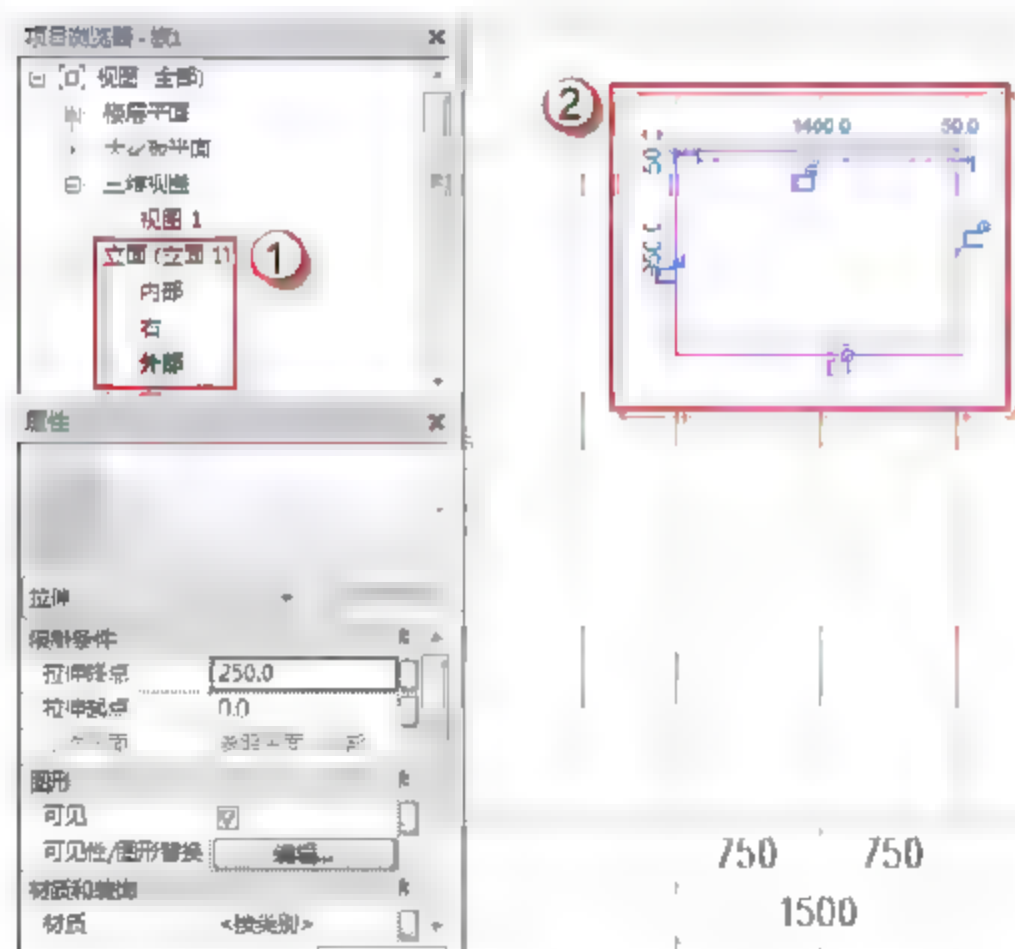

图 6.2.20 FM1534乙上部窗窗框
(18) 绘制FM1534乙上部窗窗框。选择“项目浏览器”中的“立面(立面1)”→“左”选项,可以进入FM1534乙的外部立面视图,选择“创建”→“拉伸”命令,进入“修改|编辑拉伸”界面,用菜单中的绘制工具绘制FM1534乙上部窗窗框,如图6.2.20所示。绘制完成后,单击√按钮,完成绘制。